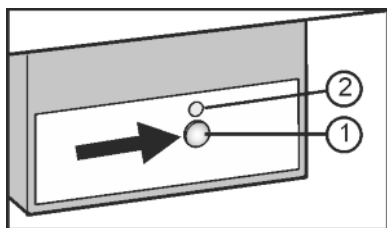

Fig. 9
- ▶ Druk op de toets On/Off Fig. 9 (1), zodat de LEDs Fig. 9 (2) branden.